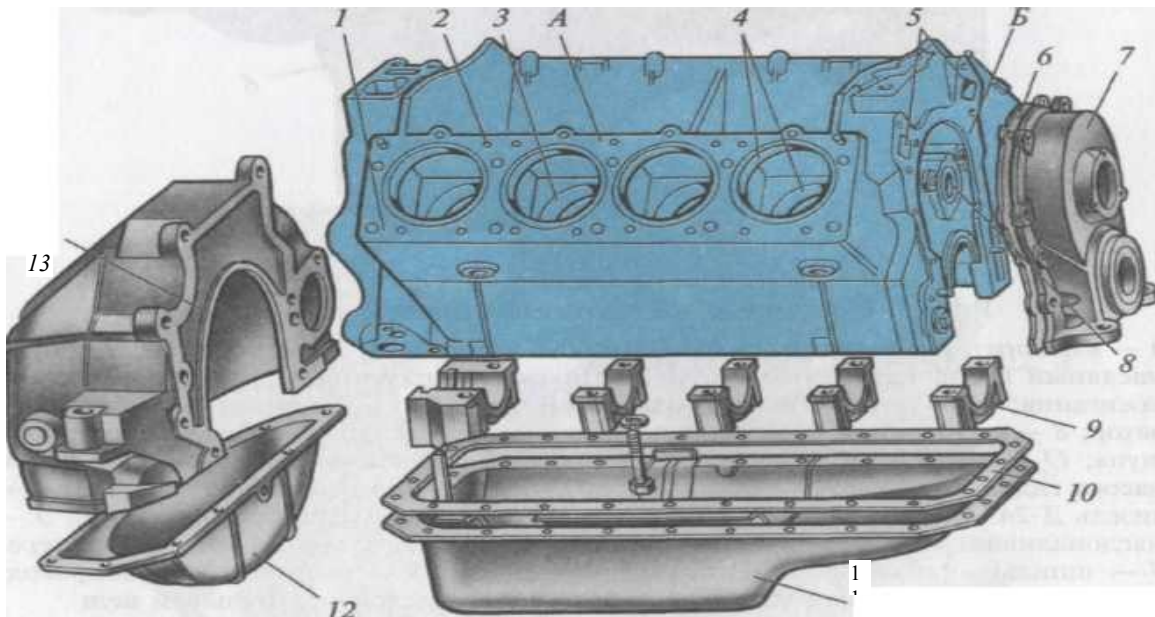

Рис. 6.
14. Запишите в таблицу 9 наименование деталей (Рис.6) обозначенных позициями
17. В таблице 8 (Рис.6) укажите что обозначено позициями А и Б